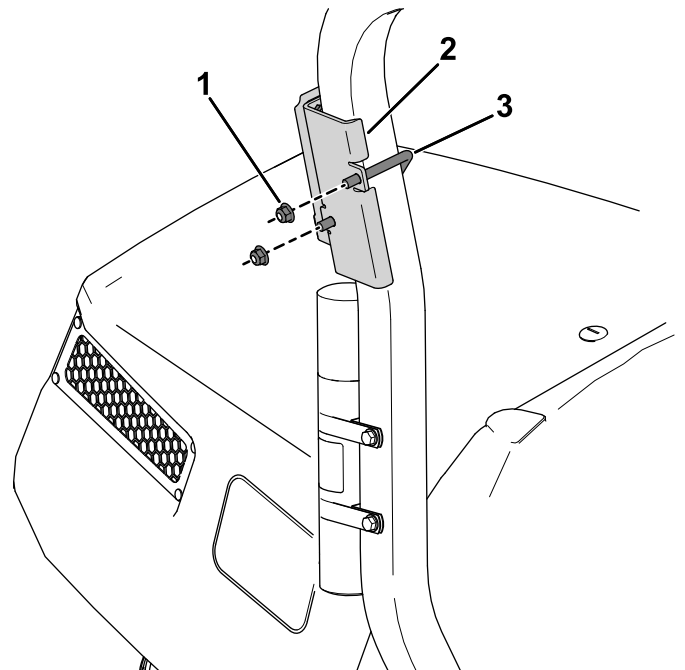

Figure 11
2. Avec un étrier fileté et 2 écrous à embase ($\frac{3}{8}$ "), fixez le support du dispositif sur la surface au-dessus du tube de rangement du manuel sur l'arceau de sécurité (Figure 11).